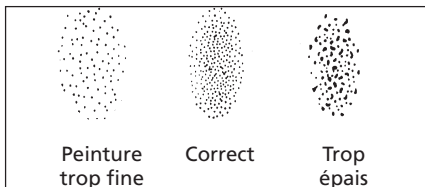

Figure 9 - Uniformité de la Configuration (Vaporisation)
4. Tirer brusquement sur la gâchette en tournant le bouton de réglage de fluide au sens contraire des aiguilles d'une montre. Observer la configuration du débit sur la cible et ajuster le bouton de réglage de fluide jusqu'à ce que vous obtenez la configuration (vaporisation) désirée (Voir Figure 9).
5. Si la vaporisation est trop épaisse, diminuer la pression du réservoir avec le régulateur du réservoir. Tirer brusquement sur la gâchette ou ouvrir la soupape de décharge pour dissiper la pression, ensuite augmenter la pression lentement afin d'obtenir la consistance de configuration correcte (Voir Figure 9).